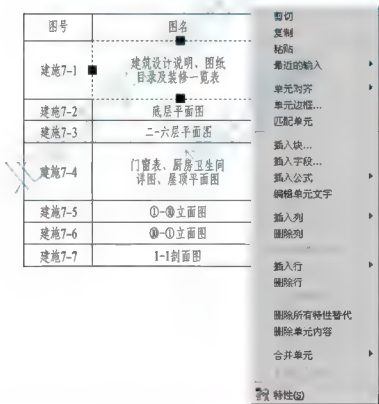

图 3.128 表格快捷菜单
(2) 编辑表格单元: 在选中一个或多个单元的时候, 右击可弹出表格快捷菜单, 如图 3.128 所示。在快捷菜单上部是【剪切】【复制】及【粘贴】等基本编辑选项, 后面的【单元对齐】【单元边框】等是针对表格的特有选项, 其中的【匹配单元】选项只有在选定一